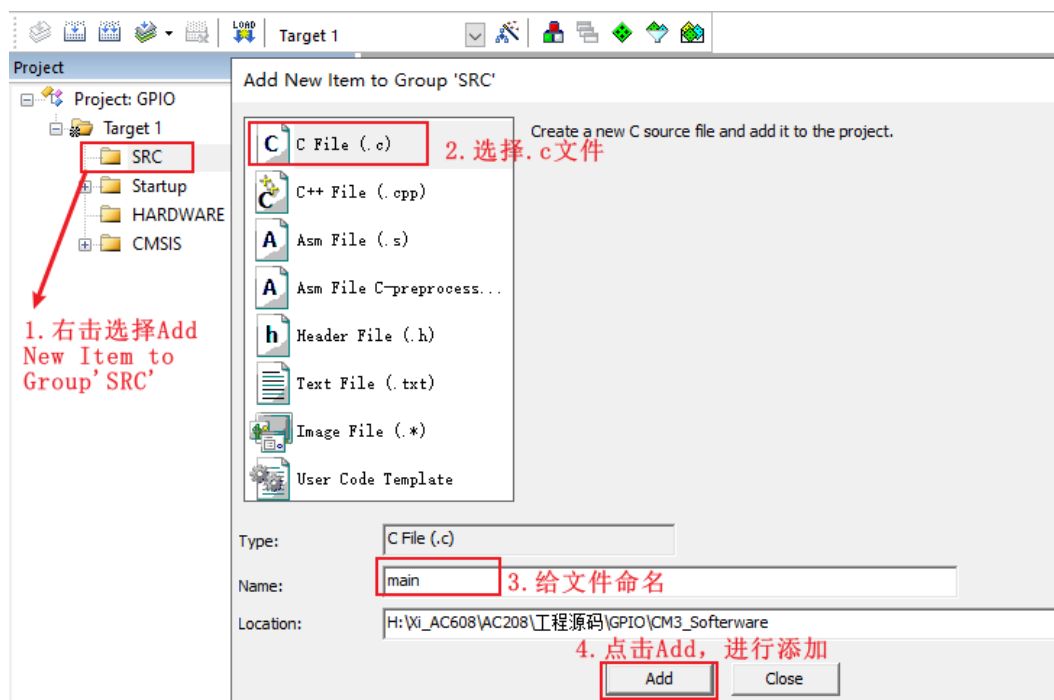

图 1.29 添加 main 函数文件
5. 添加 main.c 文件至 SRC 文件夹当中，操作方式如下图 1.29 所示。